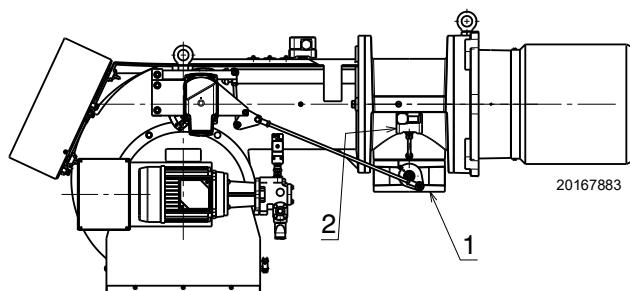

Рис. 24
Тиск газу, виміряний у точці контролю 2)(Рис. 24), за таких умов:
Перепад тиску на газовому дросельному клапані 1)(Рис. 24) при максимальному відкритті: 90°.
- відніміть тиск у камері згоряння від тиску газу, виміряного в точці контролю 2)(Рис. 24).
Тиск газу в контрольній точці 2) (Рис. 24) = 32,9 мбар
Для розрахунку необхідного тиску газу в контрольній точці 2)(Рис. 24) установіть максимальну модульовану потужність, необхідну для роботи пальника:
- Праворуч (стовпчик 1) зчитайте значення тиску в точці контролю 2)(Рис. 24).
тиск, необхідний у контрольній точці 2)(Рис. 24).